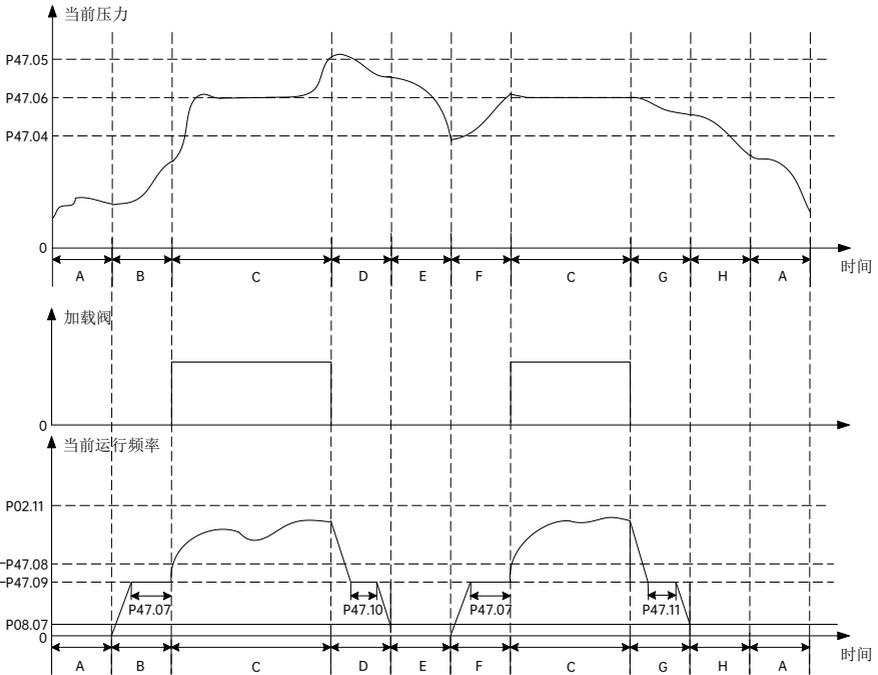

图 4-38 空压机运行压力及频率控制
(2) 空压机运行过程压力和运行频率控制如图 4-38 所示：